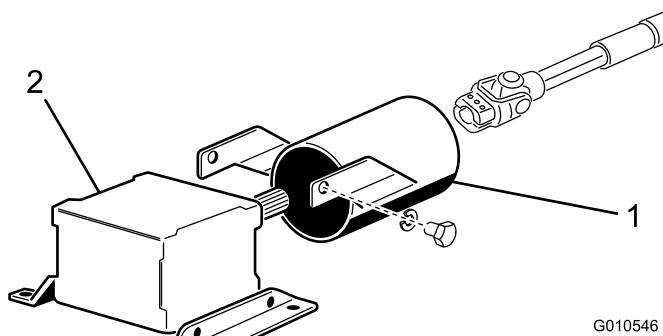

Figure 8
- Retirez les 2 boulons et rondelles-freins qui fixent les supports de montage du capot de PDF au boîtier d'engrenages (Figure 8). Mettez les fixations de côté pour le remontage ultérieur.
- Glissez le capot de protection sur l'arbre de PDF, en le positionnant comme illustré à la Figure 8.